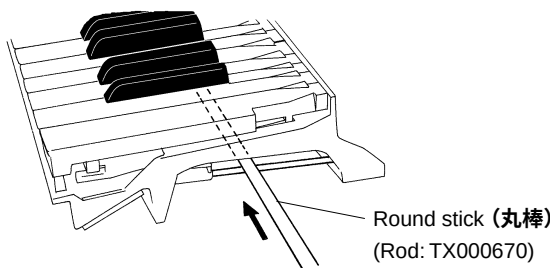

Fig. 15 (図15)
- * After inserting a round stick (Rod: TX000670) between the frame and the keys, remove the circuit boards. (Fig. 15)
- ※ シートははずす前に、接点ゴムを歪ませないように、フレームとハンマーの間に丸棒(ロッド:TX000670)を挿入しておきます。(図15)